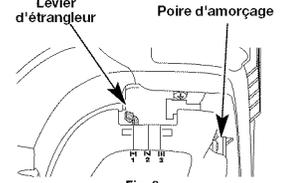
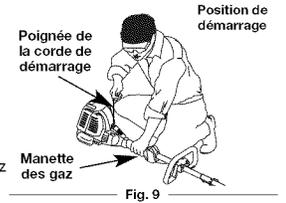

Fig. 8
Fig. 9
AVERTISSEMENT: évitez tout démarrage accidentel. Tenez-vous en position de démarrage lorsque vous tirez sur la corde de démarrage (Fig. 9). L'opérateur et l'appareil doivent tous deux être en position stable pour éviter des blessures graves. Vérifiez la bonne installation de l'accessoire avant le démarrage de l'appareil.
3. Lentement, appuyez 10 fois de suite sur la poire d'amorce. Une certaine quantité de carburant devrait être visible dans la poire d'amorce (Fig. 8). Si l'essence n'est pas visible dans la poire d'amorce, poussez et relâchez la poire jusqu'à ce que l'essence soit visible.
4. Mettez le levier d'étranglement en **Position 1** (Fig. 8).
5. Placez-vous en position de démarrage (Fig. 9), **ENFONCEZ et GARDEZ ENFONCÉE la manette des gaz pendant TOUTES les étapes suivantes.** Tirez 5 fois sur le cordon de démarrage.
6. **Gardez la manette des gaz enfoncée.** Mettez le levier d'étranglement en **Position 2** (Fig. 8).
9. **Gardez la manette des gaz enfoncée.** Mettez le levier d'étranglement en **Position 3** (Fig. 8).
- Lentement, appuyez 10 fois de suite sur la poire d'amorce. Une certaine quantité de carburant devrait être visible dans la poire d'amorce (Fig. 8). Si l'essence n'est pas visible dans la poire d'amorce, poussez et relâchez la poire jusqu'à ce que l'essence soit visible.
- Mettez le levier d'étranglement en **Position 1** (Fig. 8).
- Placez-vous en position de démarrage (Fig. 9). Placez le démarreur électrique dans l'arrière de l'appareil. Consultez dans le manuel de l'utilisateur du démarreur électrique la section : *Utiliser le démarreur électrique.*
- ENFONCEZ et GARDEZ ENFONCÉE la manette des gaz pendant TOUTES** les étapes suivantes. Enfoncez pendant 2 secondes le bouton de démarrage MARCHE (I) sur le démarreur électrique.
- Gardez la manette des gaz enfoncée.** Mettez le levier d'étranglement en **Position 2** (Fig. 8).
- Gardez la manette des gaz enfoncée.** Enfoncez à plusieurs reprises pendant 2 secondes le bouton de démarrage MARCHE (I) sur le démarreur électrique jusqu'à ce que le moteur démarre.
- Gardez la manette des gaz enfoncée.** Mettez le levier d'étranglement en **Position 3** (Fig. 8).
- SI...** le moteur ne démarre pas après plusieurs tentatives, placez le levier d'étranglement dans la **Position 3** et enfoncez la manette des gaz. Enfoncez à plusieurs reprises pendant 2 secondes le bouton de démarrage MARCHE (I) sur le démarreur électrique jusqu'à ce que le moteur démarre.